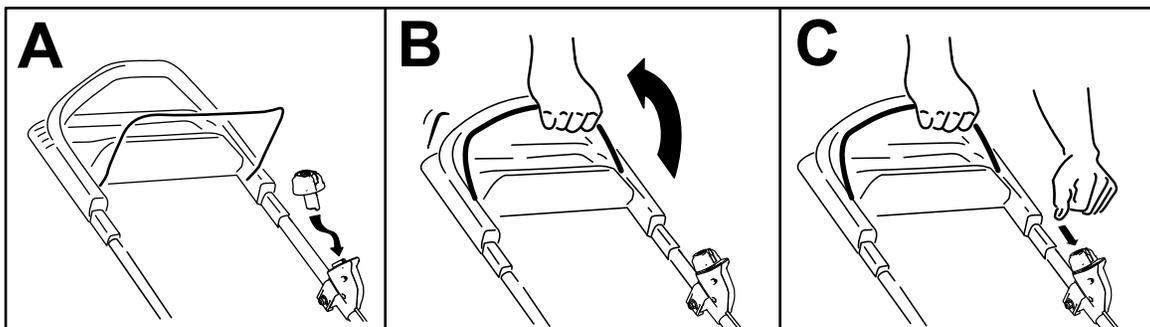

Figure 12
2. Insérez le bouton de démarrage électrique dans l'interrupteur de démarrage électrique (A de la Figure 12).
3. Serrez la barre de commande de la lame contre le guidon (B de la Figure 12).
4. Appuyez sur le bouton de démarrage électrique jusqu'à ce que le moteur démarre (C de la Figure 12).